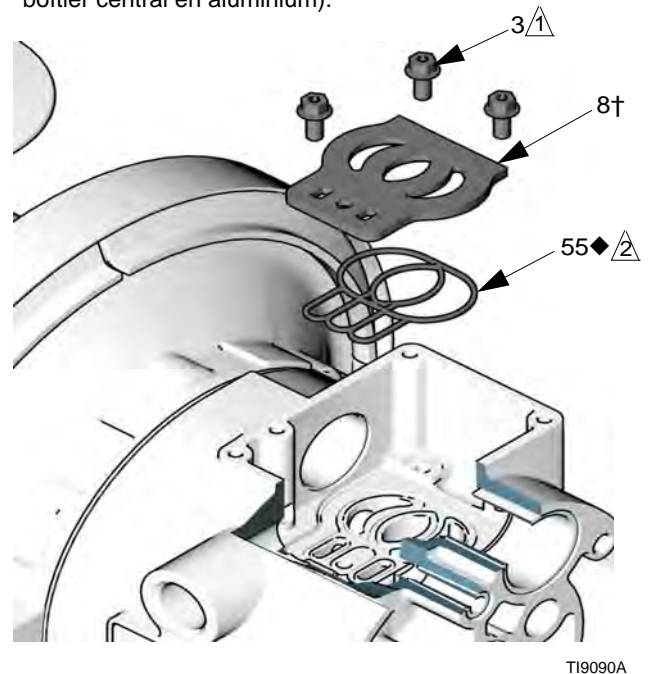

FIG. 8
5. Vérifiez le plateau (8) de vanne en place. Si elle est endommagée, utilisez un tournevis Torx (T20) ou une clé à douille de 7 mm (9/32 po.) pour retirer les trois vis (3). Retirez le plateau de vanne (8). Voir FIG. 8.
2. Dans le cas de modèles avec boîtier central en aluminium, installez le joint (55◆) du plateau de vanne dans la rainure située au fond de la cavité de la vanne. La partie arrondie du joint doit être **orientée vers le bas** dans la rainure. Voir FIG. 8.
3. Installez le plateau de vanne (8†) dans la cavité, joint vers le bas. Placez les trois vis (3) en utilisant un tournevis Torx (T20) ou une clé à douille de 7 mm (9/32 po.). Serrez jusqu'à ce que les vis butent sur le boîtier. Voir FIG. 8.